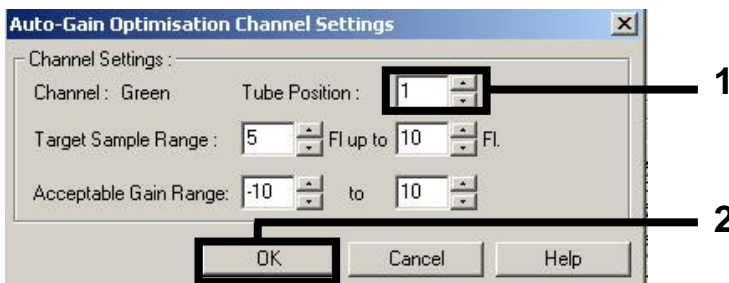

Abbildung 2. Einstellen der Röhrenposition.
2. Legen Sie die Röhrenposition für ein Röhren des ersten *artus* Assays fest (z. B. EBV). Legen Sie die Röhrenposition für alle Fluoreszenzkanäle fest und klicken Sie auf **OK** (siehe Abbildung 2).